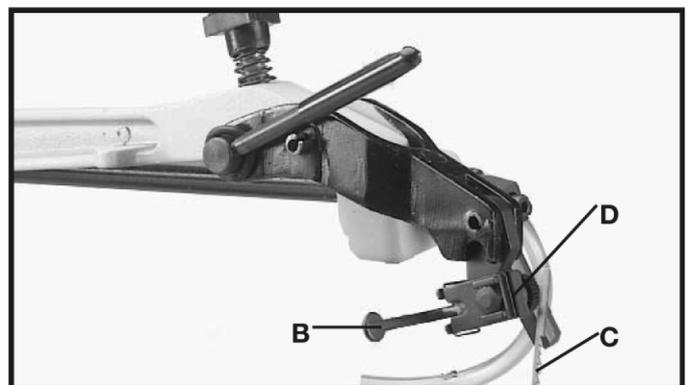

Fig. 4
3. Empurre a alavanca de travamento do mandril (B) Fig. 4 para trás, conforme mostrado. Essa ação soltará a lâmina (C) do conjunto do mandril superior (D).